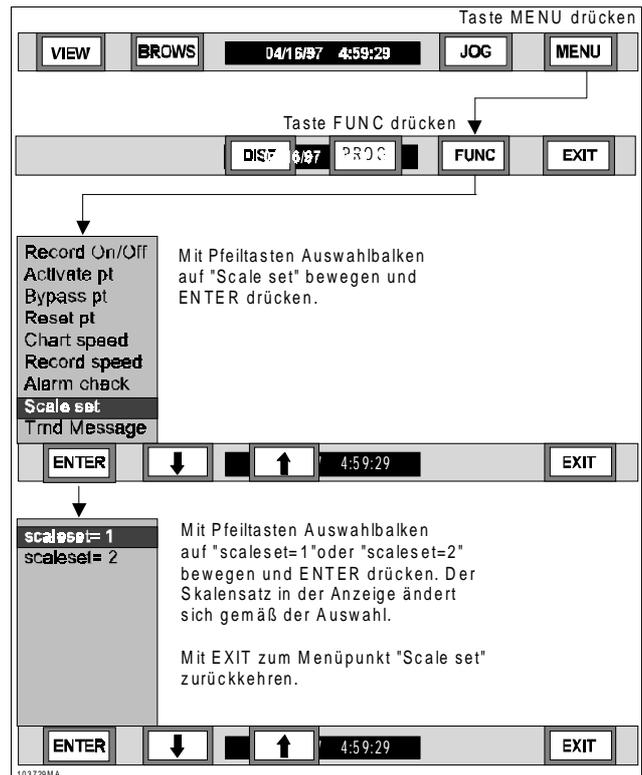

Bild 3-39 Ablaufdiagramm Auswahl Skalensätze
H. Skalenauswahl – Der Menüpunkt "Scale set" steuert die Auswahl des Skalensatzes 1 oder 2 (mit je acht Skalen). Zum Umschalten des Skalensatzes siehe Bild 3-39 und die folgenden Anweisungsschritte: